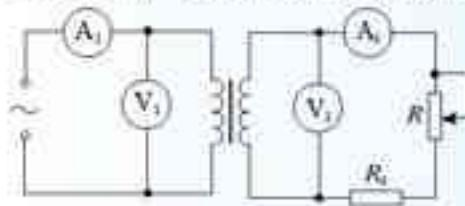

图 5.4.9 用电器增加时各表读数如何变化？
5. 图 5.4.9 是街头变压器通过降压给用户供电的示意图。变压器的输入电压是市区电网的电压，负载变化时输入电压不会有大的波动。输出电压通过输电线输给用户，输电线的电阻用 R_0 表示，变压器 R 表示用户用电器的总电阻。当用电器增加时，相当于 R 的值减小（滑动片向下移）。当用户的用电器增加时，图中各表的读数如何变化？